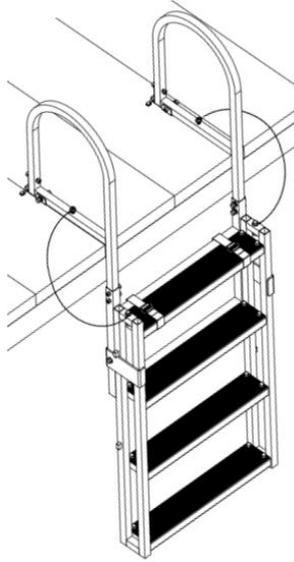

Fig 4
- 6) Si le bas de l'échelle ne touche pas le fond de la piscine, l'échelle peut être ajustée pour une utilisation maximale, comme indiqué sur la figure 4.